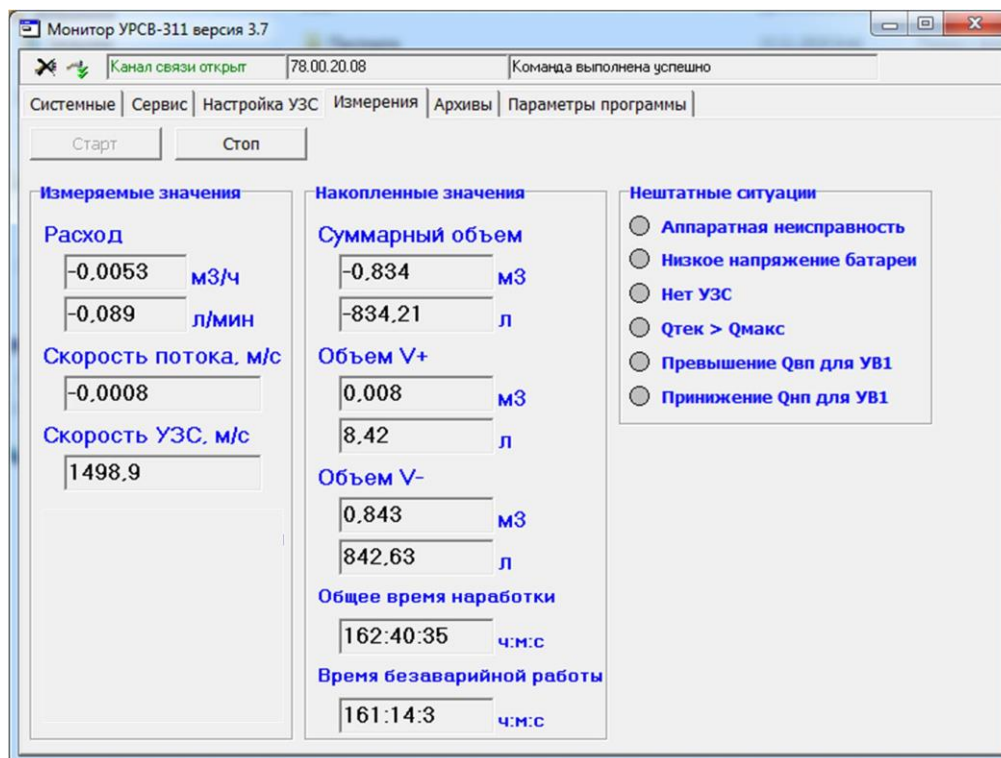

Рис.11. Вид вкладки «Измерения».
- 4.1.4. На вкладке **Измерения** (рис.11) после нажатия на кнопку **<Старт>** возможен просмотр текущих значений измеряемых параметров.